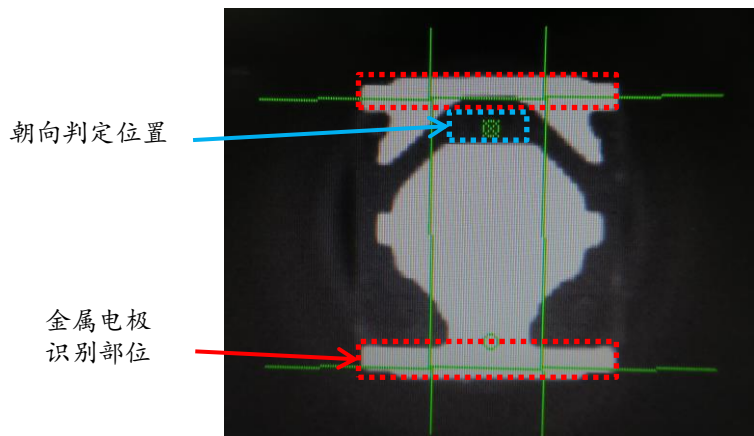

图8. 金属电极识别 (日亚推荐)
- 2) 不容易对整个金属电极识别时，可以只对金属电极外侧进行识别（图8的 部分）。
- 3) 对LED的朝向进行判定时，设定为正负极间的部分（图8的 部分）后，通过这部分的辉度对是否有金属电极进行识别。